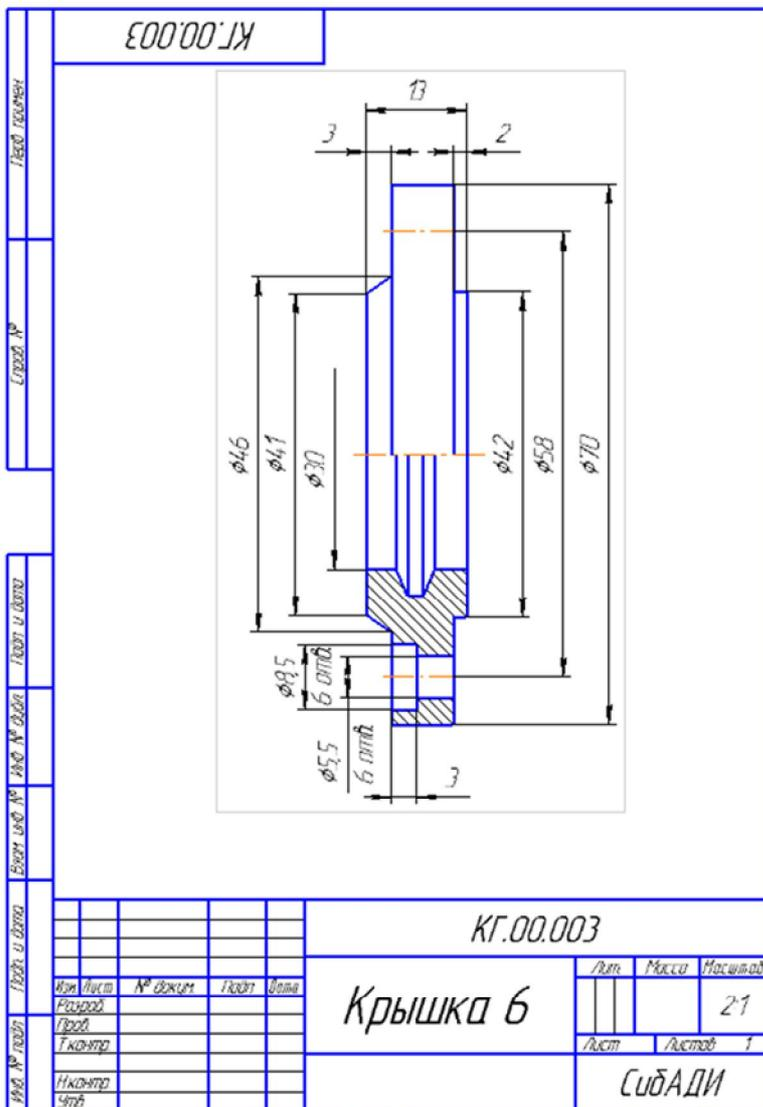

Рис. 4.14. Рабочий чертеж «Крышка б»
- Откройте рабочий чертеж «Крышка 6», который находится в папке «... \Рабочие чертежи\ Крышка 6 \_ КГ.00.003» (рис. 4.14).